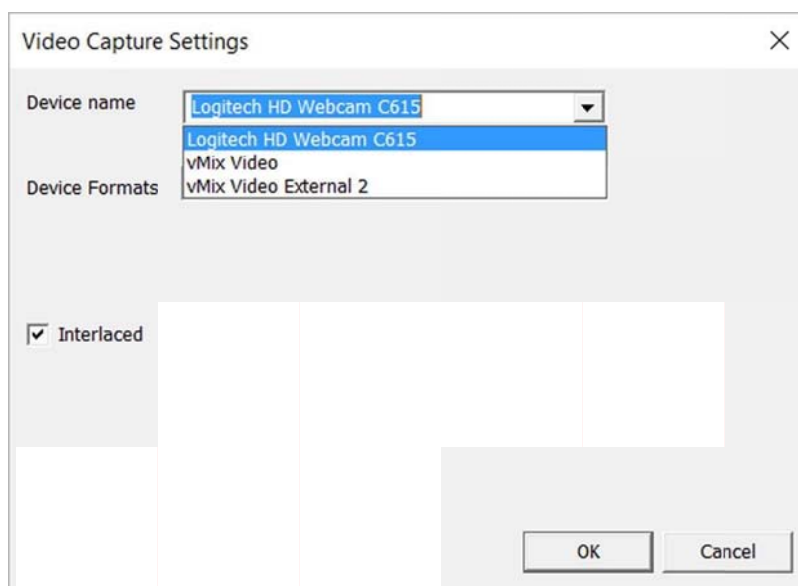

Figure 20 - L'écran de capture vidéo vous permet de sélectionner votre appareil photo si branché.
- Les paramètres de capture vidéo écran, comme indiqué dans Figure 20 devraient apparaître.